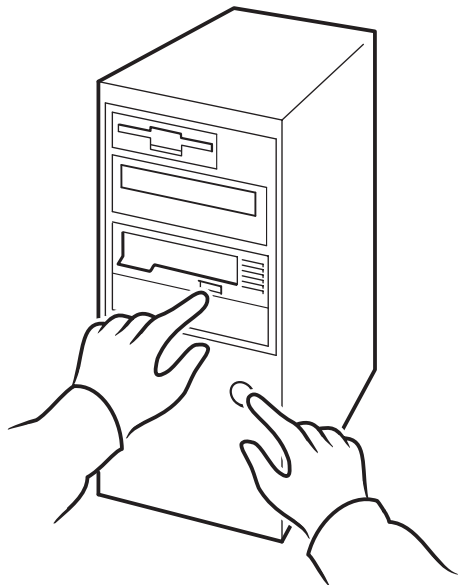

Figure 12b : utilisation de HP OBDR, étape 2
- 2 Maintenez enfoncé le bouton d'éjection tout en maintenant le bouton d'éjection enfoncé, mettez sous tension votre serveur (voir figure 12b). Cette opération active la procédure HP One-Button Disaster Recovery. Relâchez le bouton d'éjection dès que le voyant Ready (Prêt) situé sur le panneau avant clignote en mode OBDR. Il clignote de manière répétée : clignotant-fixe-clignotant.